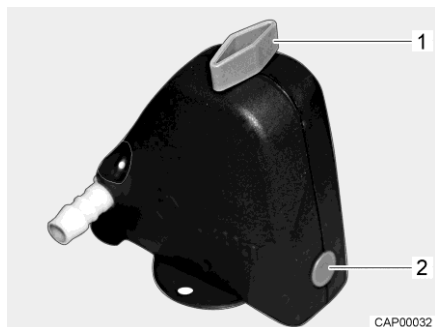
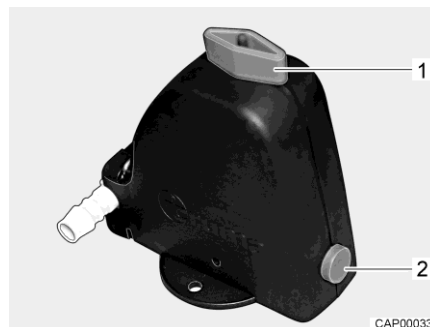

Bild 71 Säkerhets-/avtappningsventil stängd
Bild 72 Säkerhets-/avtappningsventil öppen
- Öppna säkerhets-/avtappningsventil (Bild 71). Vrid vredet (Bild 71,1) mot säkerhets-/avtappningsventilen. Tryckknappen (Bild 71,2) skjuts ut. Den öppna säkerhets-/avtappningsventilen visas i Bild 72.